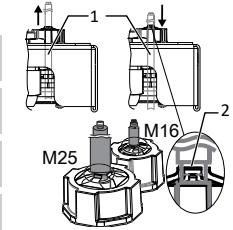

Fig. 14: Τοποθέτηση θωράκισης στη κοχλιώση ΗΜΣ
- 1 Ελέγξτε τα καλώδια (1) για ελευθερία έλξης/πίεσης από το πλήρες άνοιγμα και κλείσιμο των θυρών.
- 2 Επιστημάνετε τη θέση για την τοποθέτηση της θωράκισης στον κλωβό σύσφιξης (2) των κοχλιώσεων ΗΜΣ.
- 4 Τραβήξτε πίσω τους αγωγούς στο σημείο θωράκισης μέχρι η θωράκιση μέσω του κλωβού σύσφιξης να ολοκληρωθεί πλήρως και να αποκλειστεί μετατόπιση του καλωδίου σύνδεσης. [See figure 14] [► Page 191]